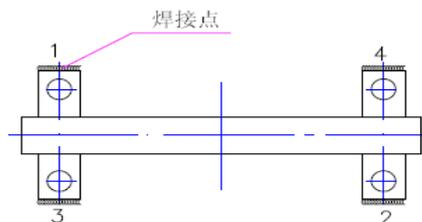

图2 焊接应变计
(2)焊接应变计 按照如图2所示的焊接方式和顺序对角焊接应变计，焊接时可用沾水的湿布进行冷却，焊接时应注意不能用力按压传感器中央部位，以防止传感器变形，影响测量的准确性。
在已加工好的基面上应采用金属划线工具划线,划线的目的主要是在安装应变计时保持应变计与钢筋的轴线平行。划线的工具可以是坚硬的金属,也可以是较细的记号笔,见图2。